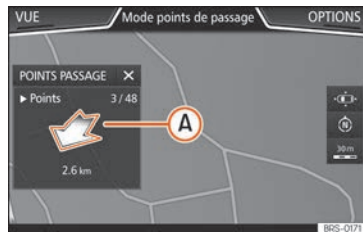

Fig. 231 Mode guidage itinéraire Offroad
- La direction à suivre est indiquée en ligne droite au moyen de flèches de direction sur la fenêtre contextuelle du système d'infodivertissement »» **fig. 231** **A**.